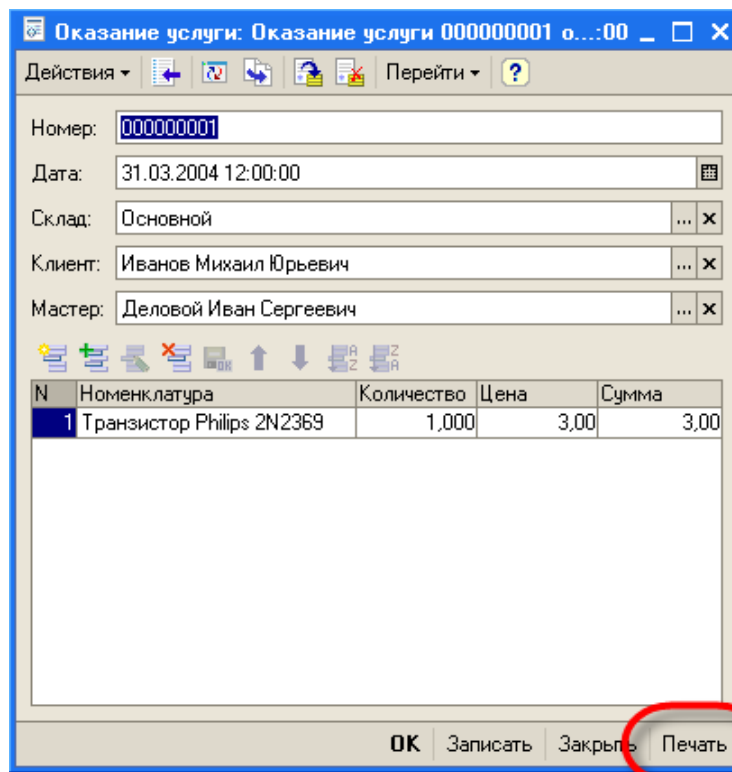

Рис. 3. Появилась новая кнопка Печать
3. Запустите 1С:Предприятие в режиме отладки и откройте документ Оказание услуги №1. Обратите внимание, что в правом нижнем углу документа появилась новая кнопка Печать (рис. 3).